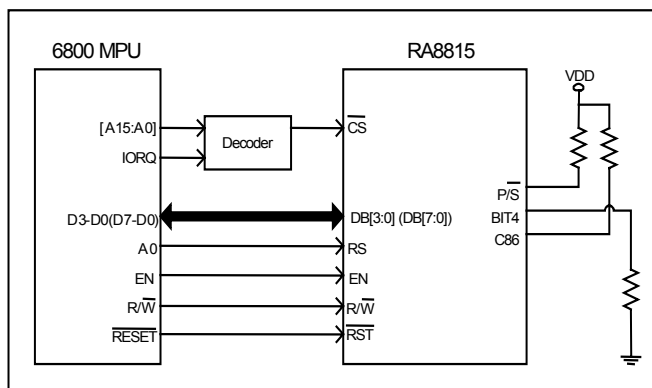

图 4-2 : 6800 MPU 8/4 位硬件设定方式
2. 6800 MPU (8 位与 4 位数据传输宽度) 并列连接界面，如图 4-2。